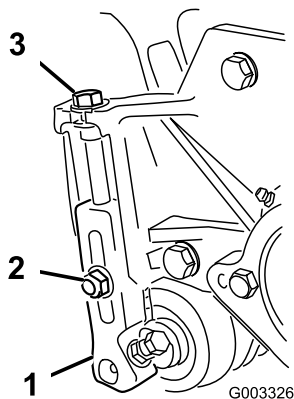

Figura 21
1. Allentate i dadi di bloccaggio che fissano i bracci di regolazione dell'altezza di taglio sulle piastre laterali dell'apparato di taglio (Figura 21).